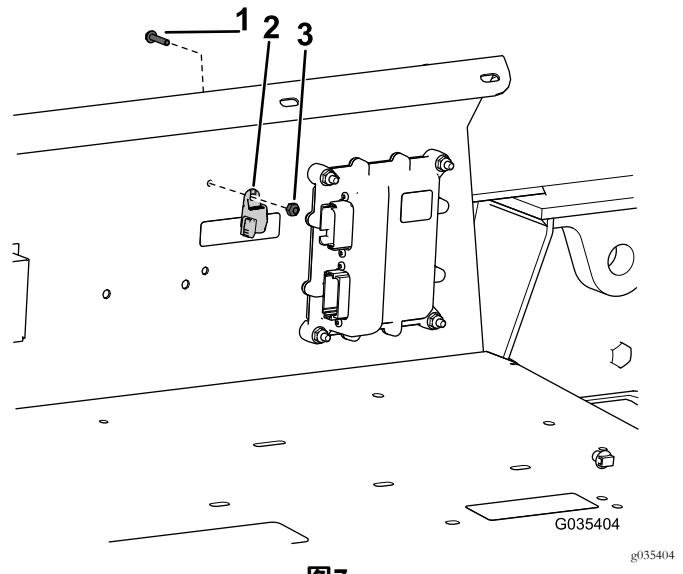

图7
4. 从线束上取下线束帽图7。
5. 如图7所示用螺丝10号和锁紧螺母将线束帽安装到挡泥板罩上。